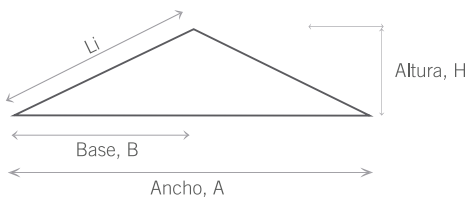

Imagen 4.
La pendiente es el ángulo de inclinación de la cubierta, se mide dividiendo la altura (H) entre la base (B), ver imagen 4.